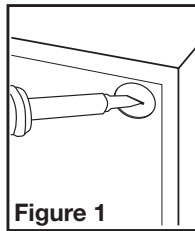

Figure 1
3. Using a straight-blade screw driver remove the electrical knockout from the housing (Figure 1).
2. Choisir un emplacement pour votre ventilateur. Pour garantir la meilleure qualité d'air et performance acoustique, il est recommandé que la longueur de la canalisation et le nombre de coudes soient réduits au minimum, que le rayon de chaque coude soit aussi grand que possible pour l'installation, et que des conduits rigides isolés soient utilisés. Ce ventilateur nécessitera au moins 20,3cm (8 po) de dégagement dans le plafond ou le mur, et s'installe au travers de cloison sèche d'une épaisseur de jusqu'à 1,9 cm (3/4 po). Le ventilateur s'installe entre 40,6 cm ou 61 cm (16 po ou 24 po) au centre des solives à l'aide des quatre (4) traverses de montage incluses.
3. À l'aide d'un tournevis à lame droite, retirez la découpe électrique du boîtier (Figure 1).